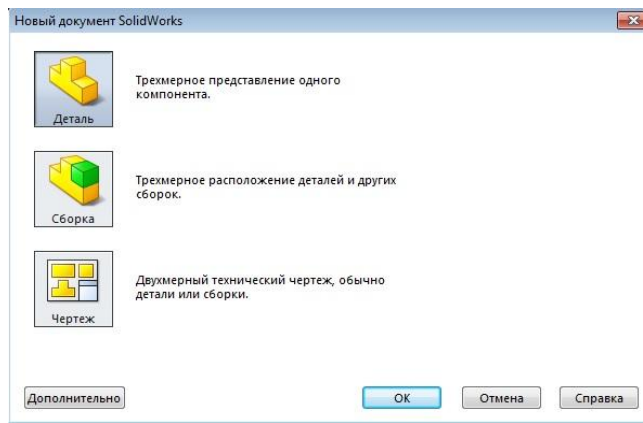

Рисунок 4.22 – Створення нового документу креслення
1. Запустіть SolidWorks. Створіть новий документ. Виберіть тип документу – "ЧЕРТЕЖ" (DRAWING) (рис. 4.22).